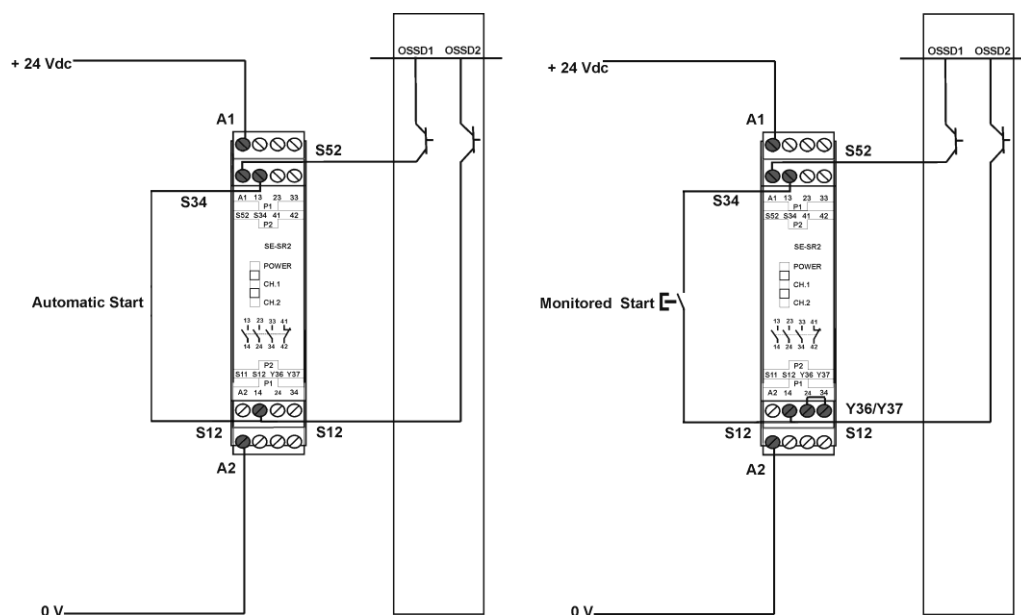

Abb. 26- Anschluss an das Sicherheitsrelais SE-SR2.
- Die Sicherheitskontakte der OSSD1 und OSSD2 können nicht in Reihe oder parallel geschaltet werden, sondern müssen separat verwendet werden (Abb. 26), dies in Übereinstimmung mit den Sicherheitsanforderungen der Anlage.